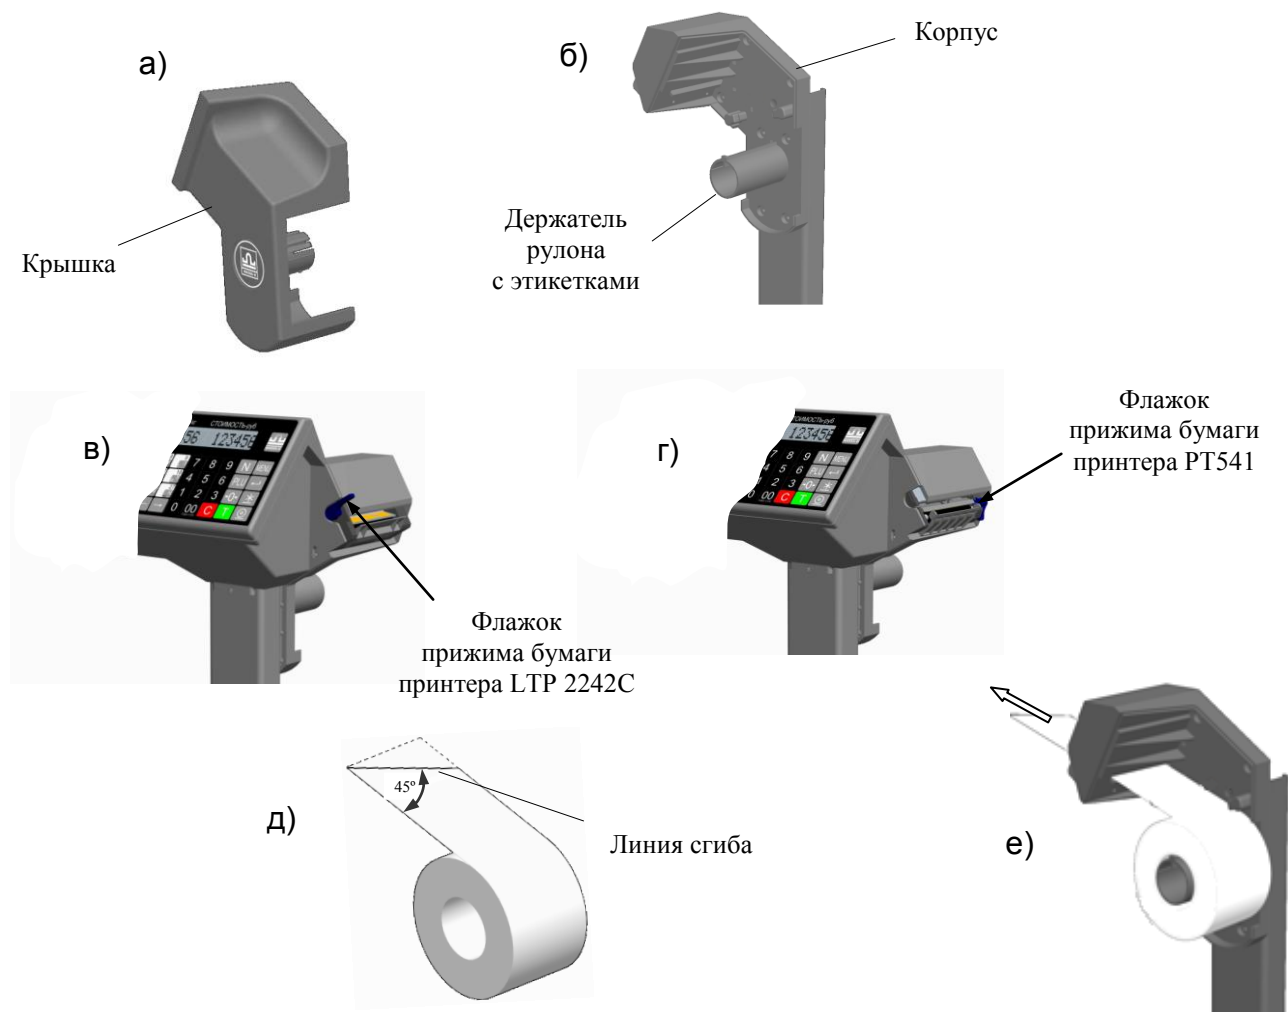

Рис. 6. Установка рулона с этикетками
- Легким рывком снять крышку печатающего устройства (Рис. 6 а);
- Поднять флажок прижима бумаги и (Рис. 6 в, г);
- Плотно согнуть конец бумажной ленты под углом 45° (см. Рис. 6 д).
- Надеть рулон на держатель. Протянуть конец ленты рулона через принтер в направлении указанном стрелкой (Рис. 6 е).